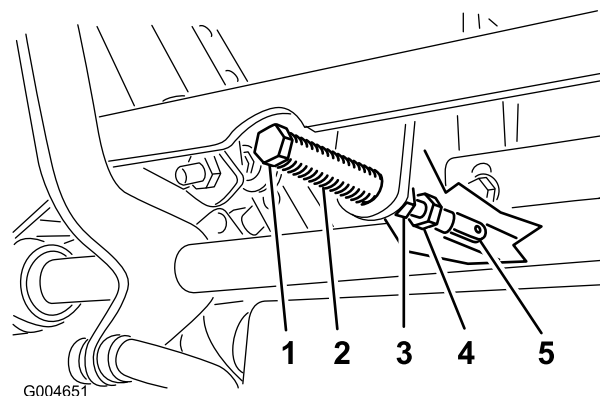

Figure 49
5. Tirez-le ensuite en arrière jusqu'à ce que l'axe de chape (situé sur un bras au-dessus de l'axe de pivot) touche l'extrémité de l'encoche (c.-à-d. commence juste à appuyer sur le ressort), comme montré à la Figure 49.
7. Si un réglage s'impose, desserrez l'écrou et l'écrou de blocage vissés contre la chape (Figure 49).
8. Appliquez une légère pression à l'arrière du levier, et tournez la tête du boulon de réglage dans le sens voulu pour centrer le levier à la position de VERROUILLAGE AU POINT MORT (Figure 49).
9. Serrez l'écrou et l'écrou de blocage (Figure 49).
- Serrez les écrous de blocage contre les rotules (Figure 49).